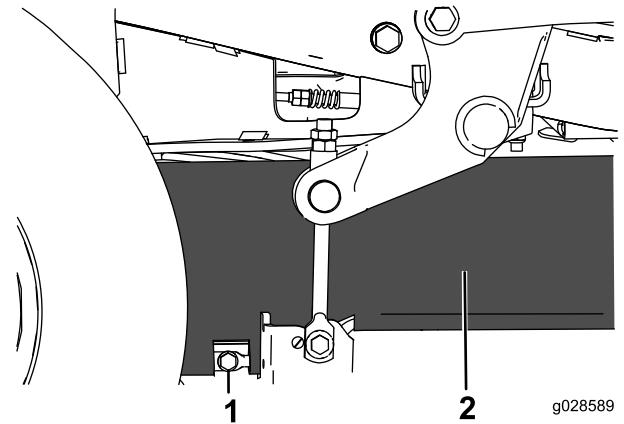

Figure 2
1. Desserrez et déposez le boulon inférieur du rideau de plateau de coupe pour débloquer le rideau (Figure 2). Conservez le boulon.
3. Fixez la tringle de support et le rideau du plateau de coupe avec le boulon retiré à l'opération 3 Pose des couvercles (page 2) (Figure 2).